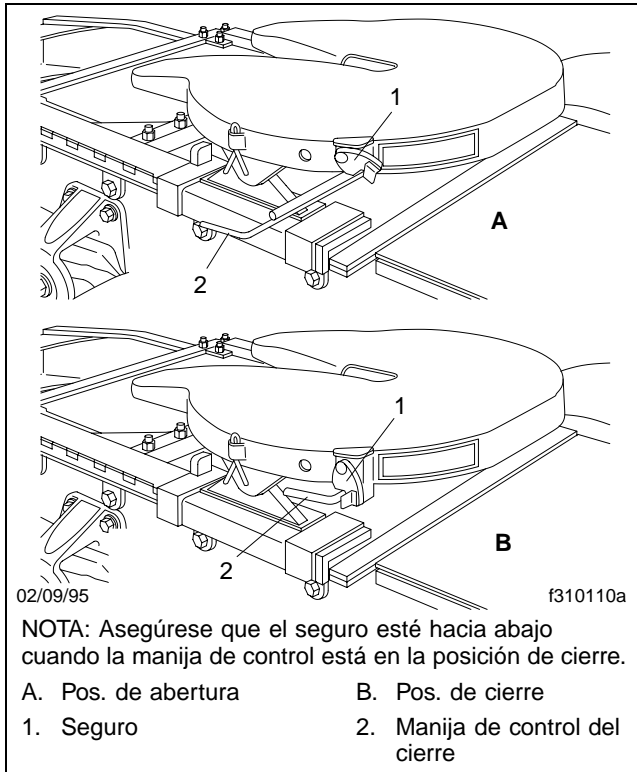

Figura 10.17, Quinta rueda Fontaine, cierre y apertura
6. Haga una inspección visual y física para asegurarse que haya trabado efectivo del perno rey. Si ha ocurrido el trabado, la manija de control de la quinta rueda estará en la posición de cierre. Asegúrese que el seguro haya bajado para situarse encima de la manija de control del cierre. Vea la **Figura 10.17**. Esto mantendrá la manija de control en la posición de cierre.
6. Libere el mecanismo de cierre del perno rey levantando el seguro y tirando de la manija de control del bloqueo para ponerla en la posición de apertura. Vea la **Figura 10.17**.